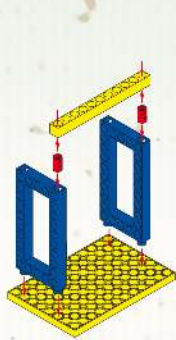

Fig. 1
1. De plug kan gebruikt worden om stangen en frames met elkaar te verbinden. (Fig.1)